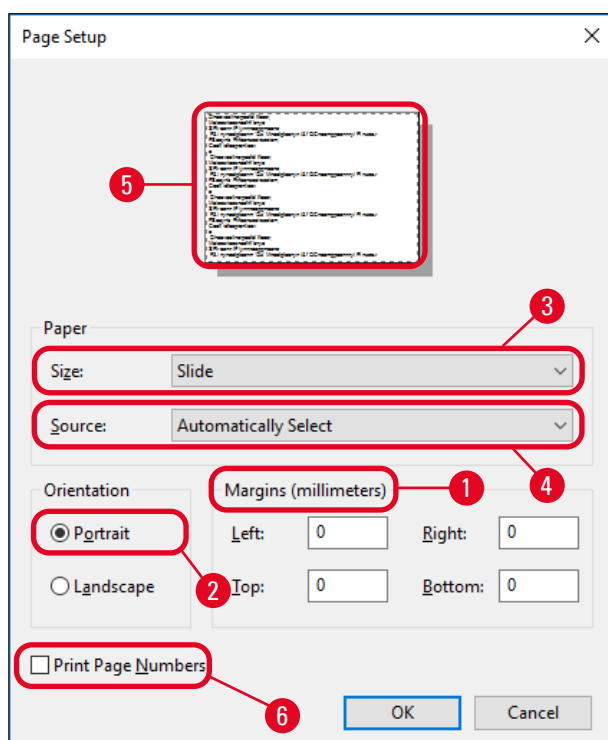

Fig. 42
3. Primero es necesario seleccionar los ajustes de página: Haga clic en **File** (archivo) > **Page Setup** (configurar página) para abrir el cuadro de diálogo **Page Setup** (configurar página) (→ "Fig. 42").